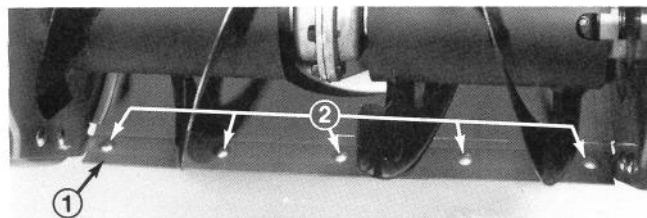
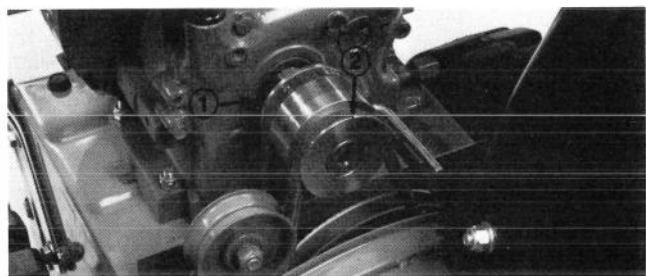

Figure 28
Figure 31
3. Desserrez les quatre écrous à collerette (Fig. 28) retenant les patins aux plaques latérales du logement de tarière. Descendez ensuite les patins pour que la tarière soit aussi loin que possible de la surface plane et de niveau, puis resserrez les écrous à collerette.
Quand la courroie de commande de tarière et du rotor (Fig. 31) est usée, étirée, saturée d'huile ou défectueuse de quelque manière, il faut la remplacer.
3. Enlevez la courroie de commande de tarière de la poulie du moteur et de la grande poulie de tarière/rotor (Fig. 31).
4. Passez la courroie neuve autour de la grande poulie de tarière/rotor (Fig. 31). Passez ensuite la courroie sur la poulie du moteur en vous assurant que la courroie soit à l'intérieur de la poulie de renvoi et du guide de courroie en fil métallique (Fig. 31).
5. Remettez la déneigeuse en position normale et enlevez la courroie de commande de traction de la poulie du moteur et de la grande poulie de traction (Fig. 31).
6. Passez la courroie neuve autour de la grande poulie de commande de traction (Fig. 31). Passez ensuite la courroie sur la poulie du moteur en vous assurant que la courroie soit à l'intérieur de la poulie de renvoi de traction et du guide de courroie en fil métallique (Fig. 31). Basculez la déneigeuse sur le logement de tarière, bloquez-la etagrafez le ressort à la plaque latérale (Fig. 28). Remettez la plaque de protection arrière en place et remettez la machine en position normale.